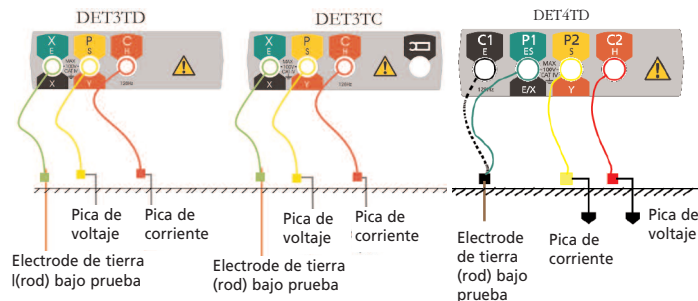

Figura 5: Conexiones para medir la resistencia del rod de la tierra de tres terminales
1. Cono el interruptor de selección en la posición 'OFF', conecte el instrumental como indica la Figura 5.
1. Con el interruptor de selección en la posición 'OFF', conecte el instrumental como se muestra en la Figura 5, con el cable que se muestra discontinuo que conectando la terminal 'C1' al electrodo de tierra (rod) a prueba.